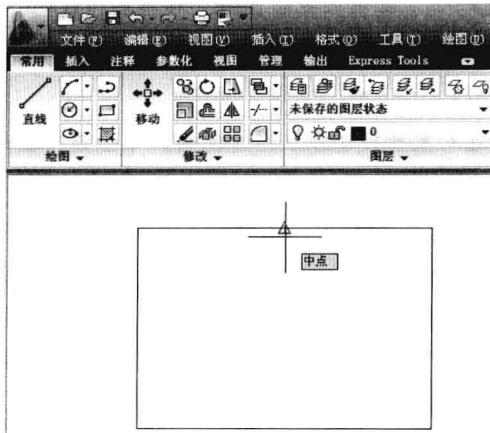

图 2-4-5
- (3) 默认情况下，对象捕捉模式中勾选的项目是启用的捕捉功能。
- (4) 只保留“中点”复选框的勾选，取消其他复选框的勾选，单击“确定”按钮。
- (5) 单击“常用”选项卡，在绘图面板中单击“矩形”按钮 ，在视图中单击两点，绘制一个矩形。
- (6) 单击“直线”按钮 ，将光标移到直线中点位置附近，此时显示捕捉到的中点标记，以及标记名称“中点”，如图 2-4-5 所示。
- (7) 单击中点，确定直线的第一点位置。用同样的方法捕捉并单击其他直线的中点，绘